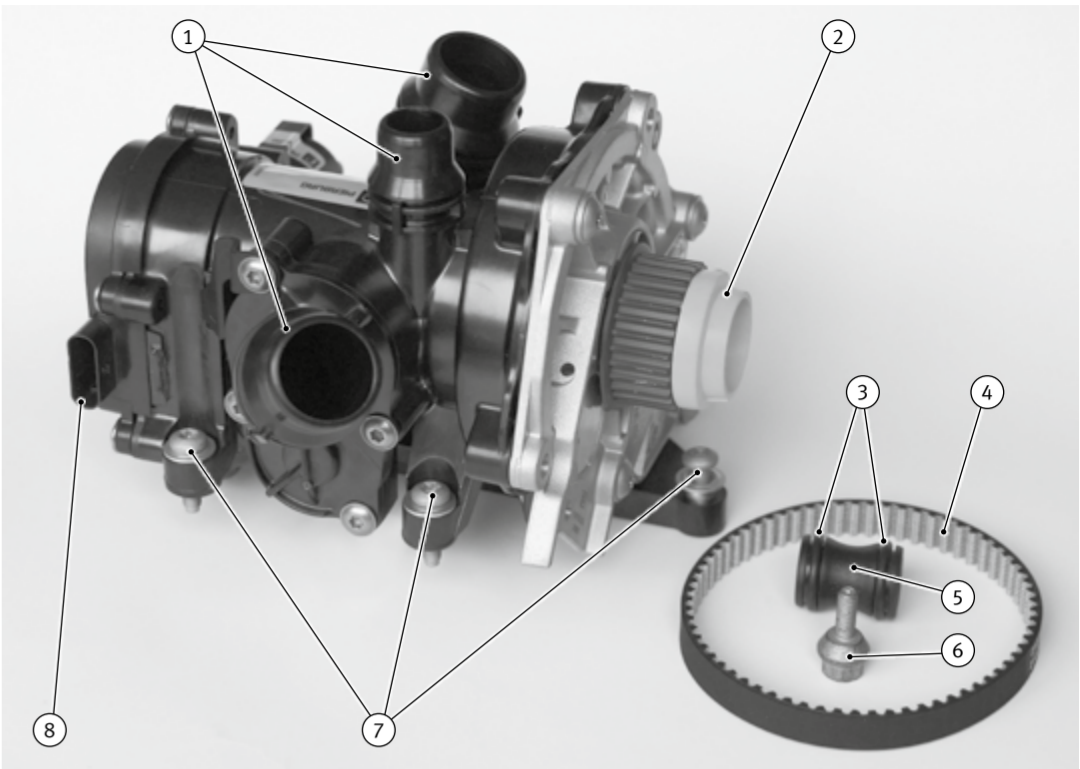
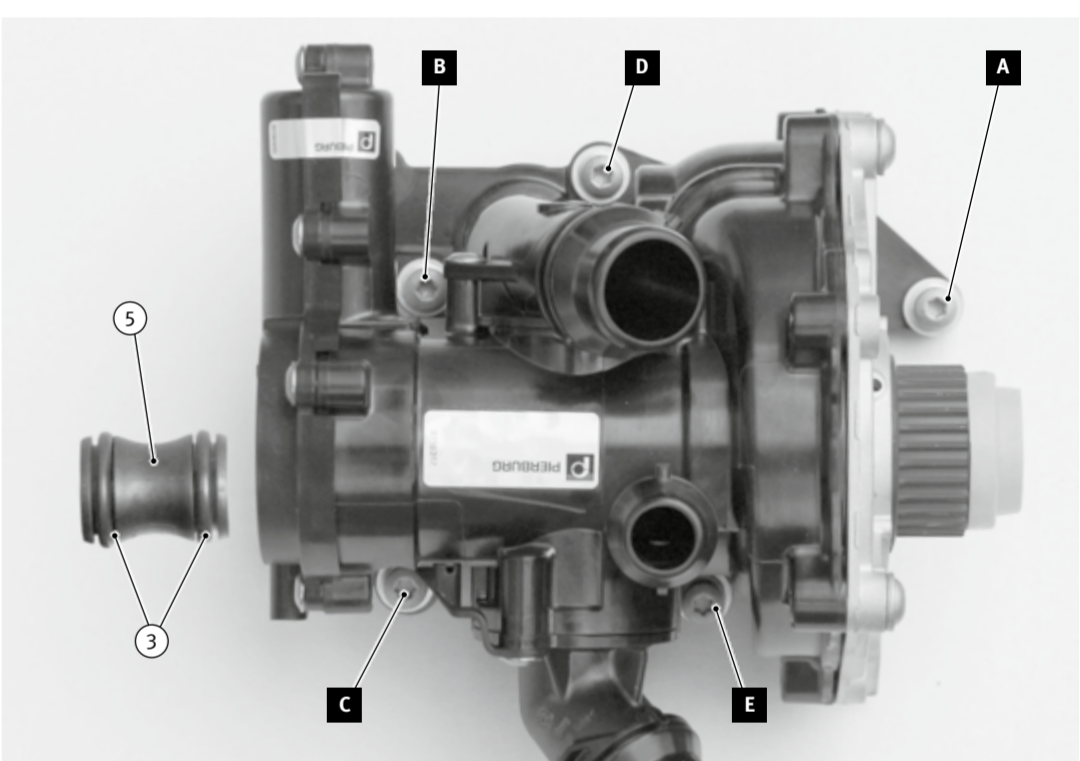

Abb. 1/Fig. 1/Пуч. 1/图1
Abb. 2/Fig. 2/Пуч. 2/图2
- 供货范围:见图 1。
- 如未预装: 为新的中间件 (5) 配备随附的密封环 (3) 并固定在水泵上。
- 接下来将水泵小心地重新放置于发动机舱中, 同时将中间件 (5) 的对侧推入油冷器 (10) 上的接口。
- 使水泵在发动机缸体上的定心销 (9) 内卡止。必要时使用镜子作为辅助工具。
- 使用预装的新螺栓 (7) 交叉拧紧水泵。
- 注意:** 拧紧螺栓时务必遵守以下顺序 (图 2) : [A] – [B] – [C] – [D] – [E] 拧紧扭矩:9 Nm
- 将新的齿形皮带 (4) 铺到水泵和平衡轴上。
- 用随附的新锥形螺栓 (6) 将传动小齿轮固定在平衡轴上。
- 现在再移除黄色保护盖 (2)!